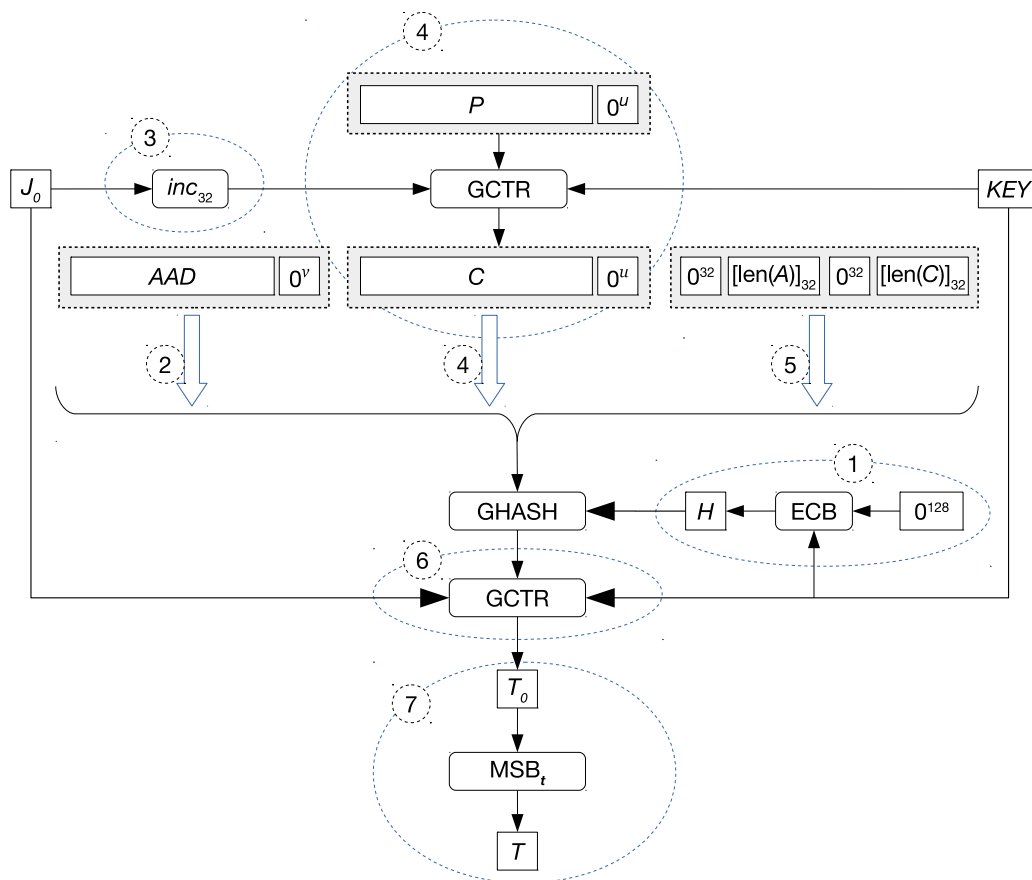

图 17.6-1. GCM 加密操作流程图
ESP32-S2 中 AES 加速器直接支持 GCM 算法（更多信息，请见 NIST SP 800-38D 标准）。值得注意的是，考虑到实际使用中很少会使用长度超过 $2^{32} - 1$ 比特的 AAD 、 C 和 P ，我们在算法中将 AAD 、 C 和 P 的长度限制在 $2^{32} - 1$ 比特之内。图 17.6-1 显示了 ESP32-S2 内置 AES 加速器实现 GCM 加密算法的流程。
GCM 解密运算与 GCM 加密运算基本相同，仅有一处差别：在图 17.6-1 中的步骤 4 中，使用 GCTR 算法对封装后的密文做解密运算，得出明文。此处不再赘述。
在 GCM 操作中，哈希子密钥 (H) 是一个 128-bit 的值，由硬件计算求出，即图 17.6-1 中的步骤 1，对应 NIST SP 800-38D 标准中“7 GCM Specification”中的“Step 1. Let $H = CIPH_K(0^{128})$ ”描述。
在 GCM 操作中， J_0 是一个 128-bit 的值，由软件计算求出，将参与到图 17.6-1 中的步骤 3 和步骤 6 的计算中。具体的计算方式在 NIST SP 800-38D 标准中的“7 GCM Specification”章节部分有明确定义。请参阅 NIST SP 800-38D 获取更多算法标准的相关信息。
认证标签 (Authenticated Tag，简称为 Tag) 是 GCM 计算的最终结果之一，由软件完成计算，对应图 17.6-1 中的步骤 7，具体取值由长度参数 t ($1 \leq t \leq 128$) 决定：